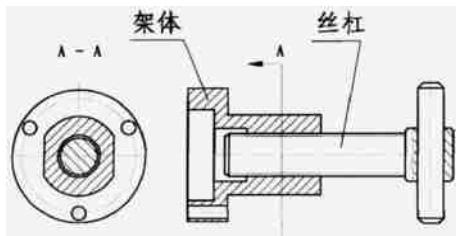

图 1 竖轴专用顶拔工具
(4) 如果因为竖轴严重摔损变形,严重生锈,或进入灰砂研损,或竖轴在没有润滑油的情况继续运转使用,引起内轴卡死在中轴内。这种故障是很严重的故障,排除这种故障比较费力,要特别慎重对待。首先想办法把内轴从中轴里拔出来,没有把握时,千万不要用榔头硬往外打。如果打不好,还会使内轴卡得更死,以致无法挽救,最好的方法是用专用顶拔工具(见图 1)。